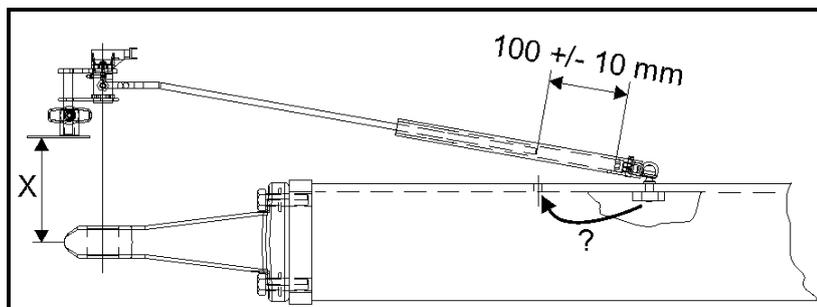

Fig. 104
- Maintenez la distance la plus petite possible entre le point d'accouplement et le transmetteur d'angle de rotation (Fig. 104/ X) (en particulier en cas de timon pour barre d'attelage).